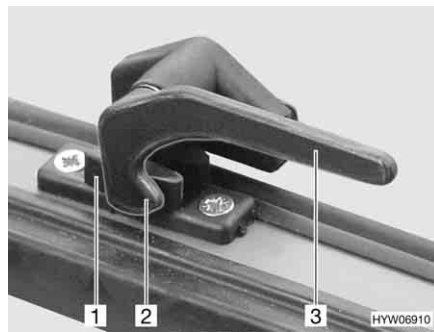

Bild 66 Verriegelungshebel in Stellung "geschlossen"
- Den Verriegelungshebel (Bild 66,3) eine viertel Umdrehung zur Fenstermitte hin drehen.
- Den Verriegelungshebel (Bild 66,3) eine viertel Umdrehung zum Fensterahmen hin drehen. Die Verriegelungsnase (Bild 66,2) liegt auf der Innenseite der Fensterverriegelung (Bild 66,1).
- in Stellung "fest verschlossen" (Bild 66)